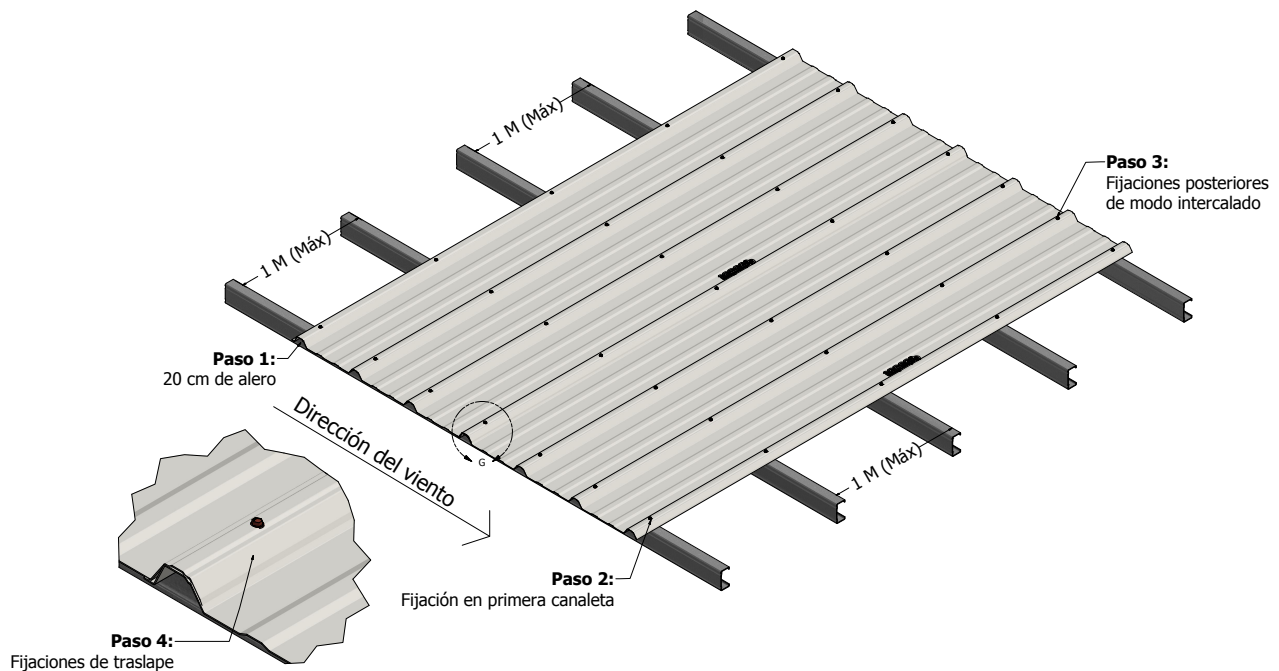

Figura 1: Esquema de instalación lámina Industrial Galvanium®.
Paso 1: Coloque la lámina sobre las canaletas ya instaladas dejando 20 cm de alero como se ilustra en la **Figura 1**.